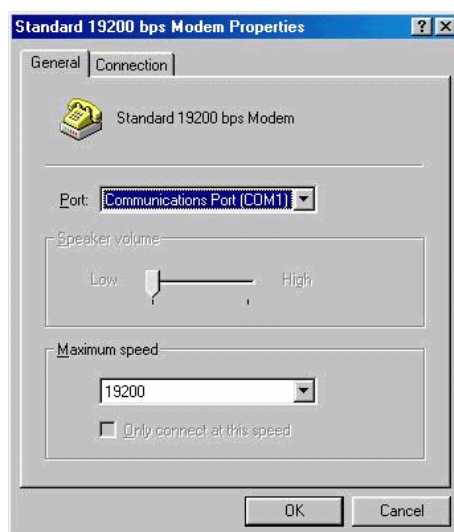

Figure 10: Modem Properties Dialog Box
- Dans la nouvelle boîte de dialogue (voir figure 10) dans l'onglet Général soyez sûr d'avoir Port de communication (COM1) sélectionné. Changez la vitesse maximale à 19200.